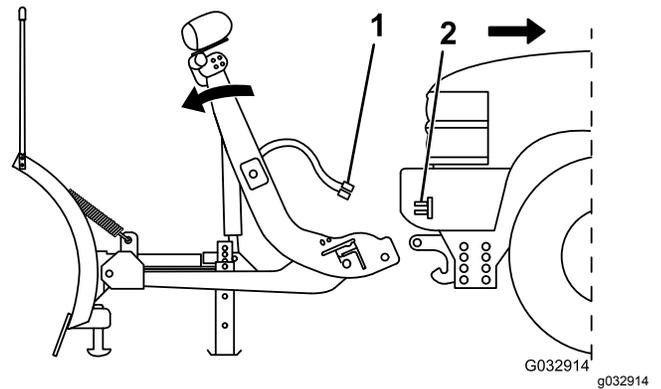

Figura 38
- Empuje hacia arriba el interruptor SmartHitch2, situado en el lado de la torre del acoplamiento, para liberar los pasadores, y luego hacia abajo para bajar la torre por completo (Figura 38).
- Desconecte el arnés de cables del quitanieves del arnés de cables del vehículo y coloque las cubiertas antipolvo del enchufe eléctrico (Figura 38).